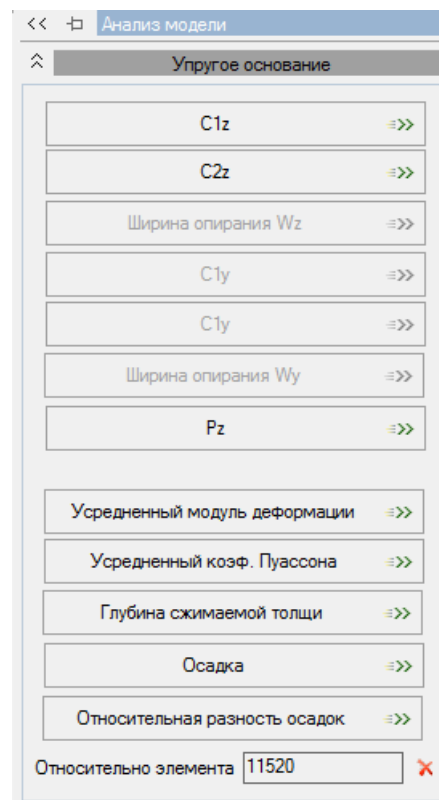

Рисунок 5.22
Нажмите кнопку , слева появится панель **Анализ модели** (рисунок 5.22).
4. Кнопка **Относительная разность осадок** активизируется. В окне под кнопкой будет указан номер этого элемента (рисунок 5.22).
Убрать реперный элемент можно нажав кнопку  (рисунок 5.22)